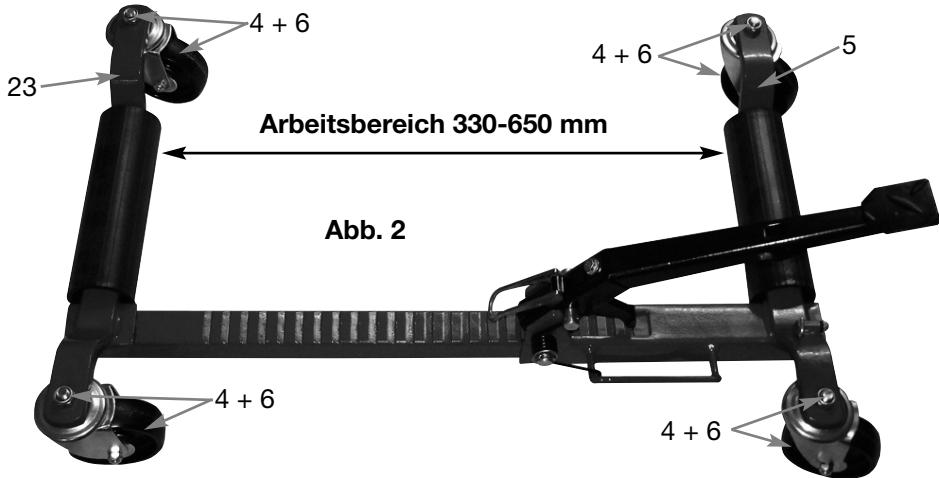

Abb. 2
3. Spreizen Sie die Basisbeinbaugruppen so weit auseinander, dass sie den Reifen überspannen (**Abb. 2**).